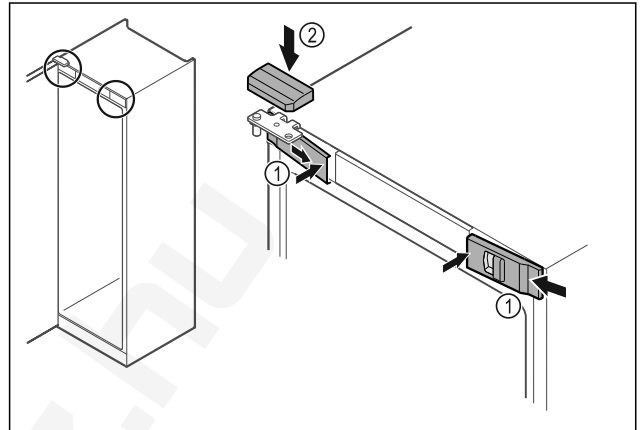

Fig. 33
- ▶ Akassza be oldalt az előző burkolatokat Fig. 33 (1), és belül pattintsa be.
- ▶ Felülről pattintsa be a felső burkolatot Fig. 33 (2).